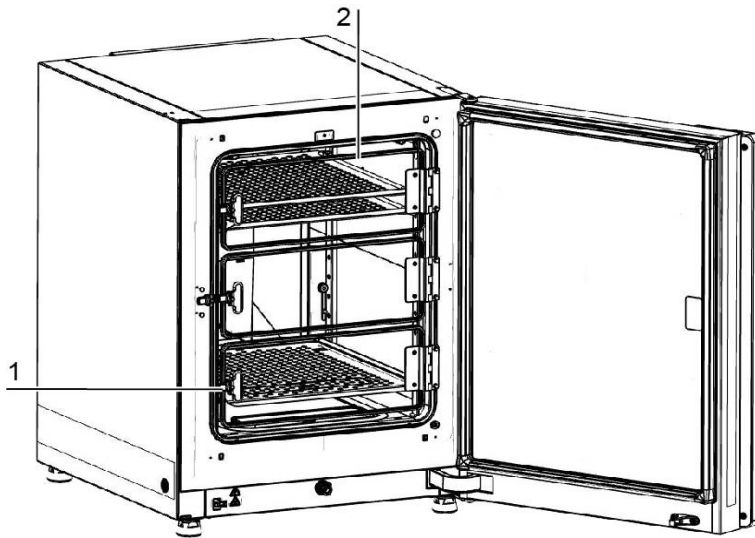

図 3-11. Vios iDx 165 3 分割内部ドア付き
- Vios iDx 165 : 3分割内部ドア (参照図 3-11) , Cell Locker 付きオプションの6分割内部ドア (参照付録)
分割された内側ドア（図 3-11、2）の各ガラス扉は、それぞれ独自のロック（図 3-11、1）を装備しています。